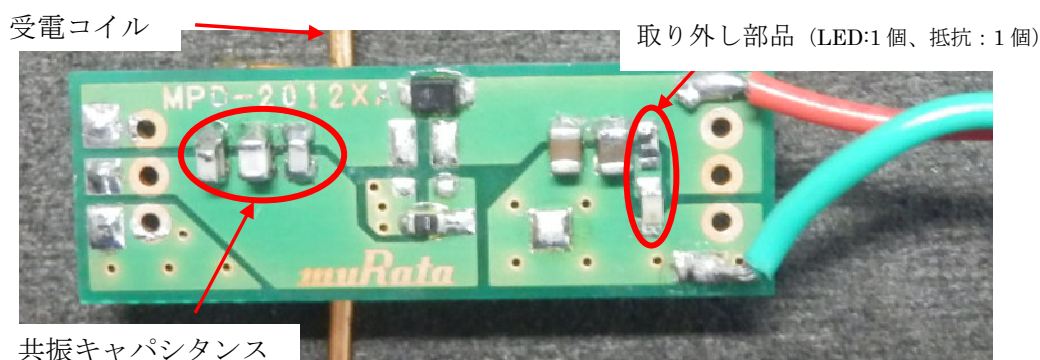

図 14. 受電デバイスの共振キャパシタンスの実装
- ② 測定したインダクタンスから式(1)で共振キャパシタンスを計算して、図 14 のように受電デバイスに共振キャパシタンスを実装する。また、受電コイルを基板と並行になるように基板の裏面に実装する。